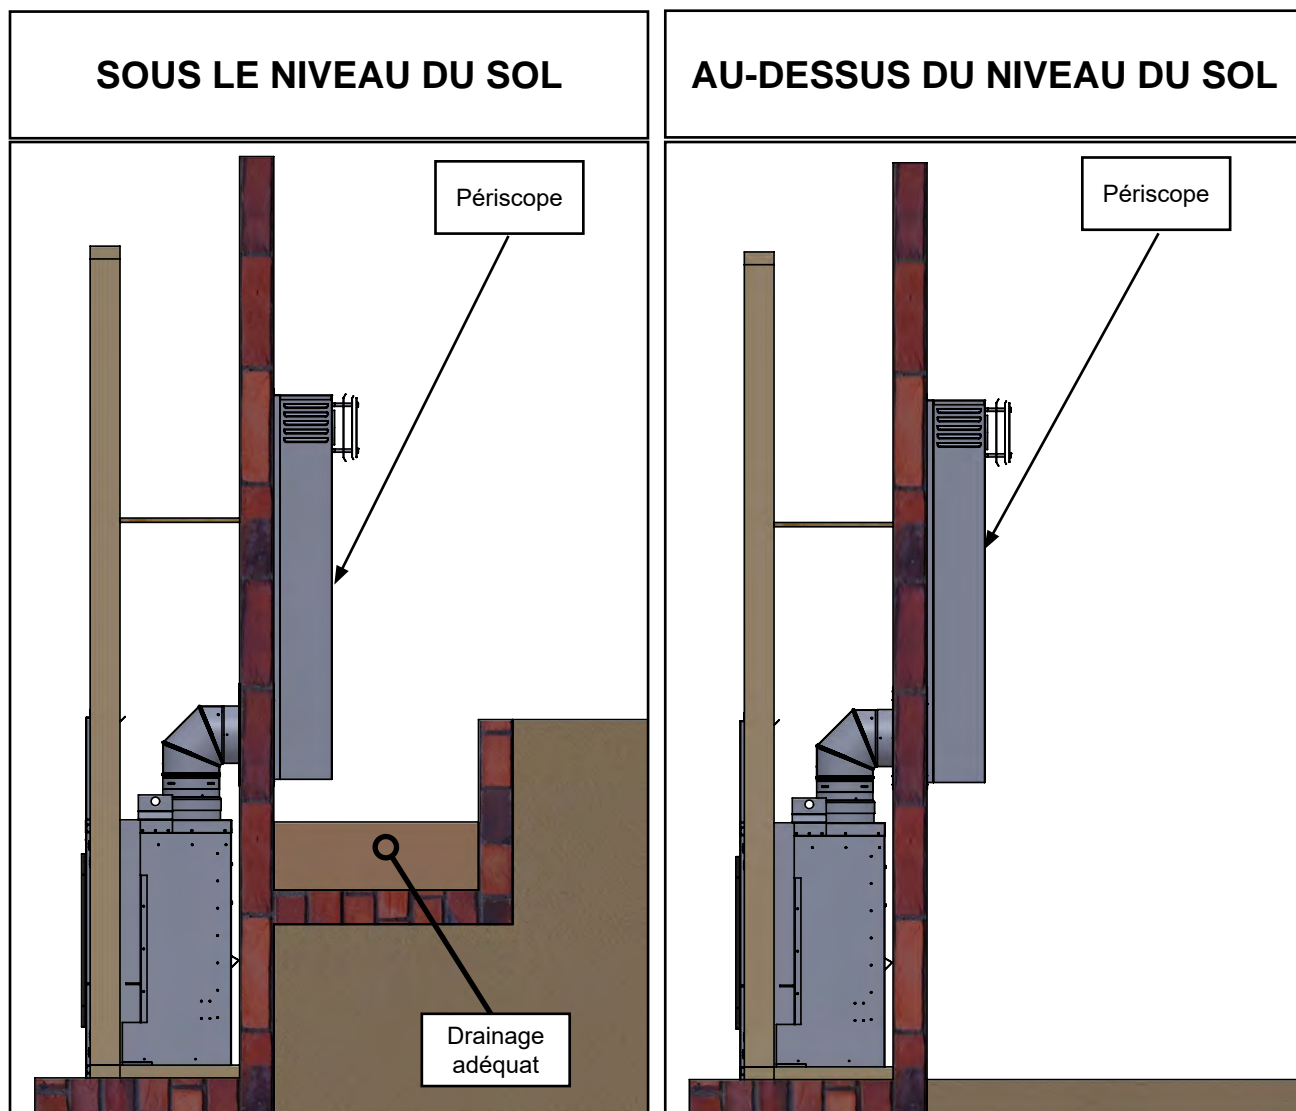

Figure 10.5.01
- Un périscope possède deux coudes de 90° qui comptent dans le calcul du nombre de coudes permis pour le système de cheminée. Par exemple, l'installation illustrée à la **Figure 10.5.01** utilise 3 coudes de 90°.
- Si la terminaison péricopique est installée sous le niveau du sol (p. ex. : pour un sous-sol), un drainage adéquat doit être conçu pour empêcher l'eau d'entrer à l'intérieur de la terminaison péricopique (voir **Figure 10.5.01**).